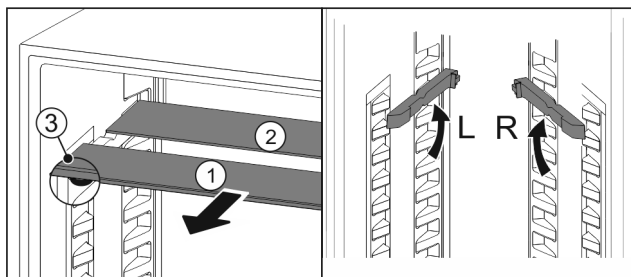

Fig. 25
- ▶ Wyciągnąć Fig. 25 (1) pojedynczo półki szklane do przodu.
- ▷ Płyta szklana Fig. 25 (1) z listwą ozdobną znajduje się z przodu.
- ▷ Stopery Fig. 25 (3) wskazują w dół.